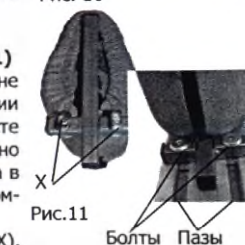

Рис.11
10) Регулировка положения абдуктора (при наличии) (рис.11)